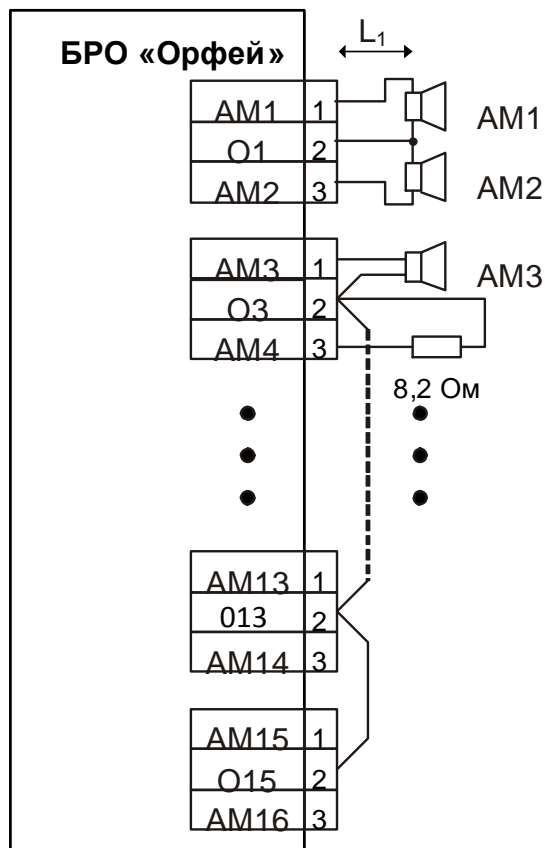

Рисунок 7
4) В случае если количество задействованных линий оповещения нечетное (см. рисунок 7), к неиспользованному на колодке выходу следует подключить эквивалент АМ – резистор 8.2 Ом (входит в комплект принадлежностей).
6) Клеммы "О", соответствующие неиспользуемым линиям оповещения, допустимо соединить между собой и подключить к клемме "О" любой используемой контактной колодки (рисунок 7). Кроме того, контроль целостности неиспользуемых ЛО возможно отключить программно (см. п.4.3).